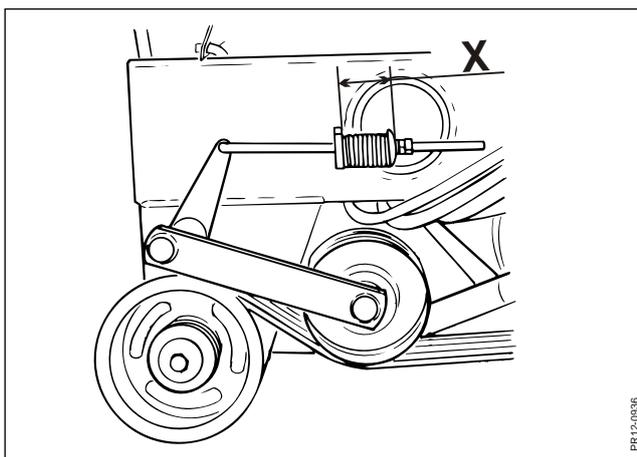

Fig. 7-9
- Fig. 7-9** Die Keilriemen entlang der Seiten der Häckslereinheit müssen mit Hilfe der Vorspannung der Feder zur Stützrolle gespannt werden. Die Feder muss so gespannt werden, dass die Länge **X** 100 mm beträgt.